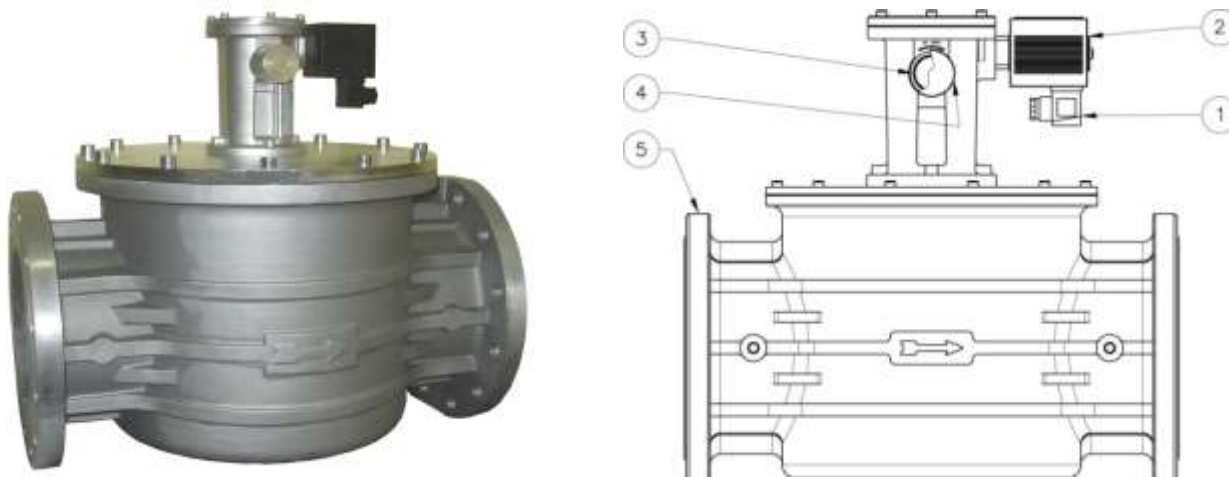

Рис. 4
Клапан (Рис. 4) состоит из: электрический коннектор (1); соленоид (2); рукоятка механизма взвода (3); колпачок рукоятки взвода (4); алюминиевый корпус (5).